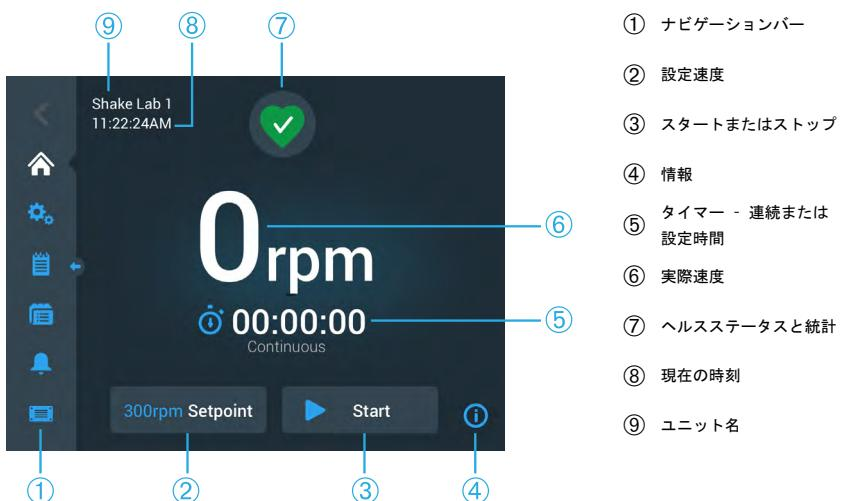
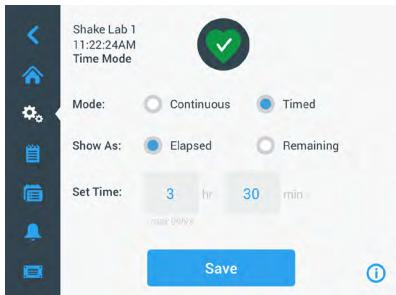
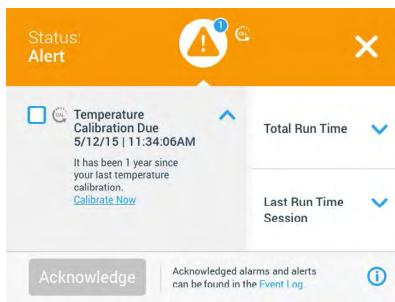
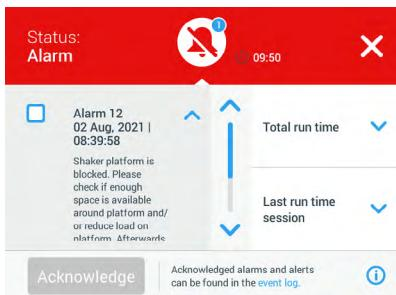

図 26: 開放型シェーカーのGUIホーム画面
図 32: 時間モード
図 36: アラートのリスト
図 37: アラームのリスト
開放型シェーカーのホーム画面は、図 26 のようになります。
- 実際速度フィールド（図 26の⑥または図 27の⑦）の任意の場所をタップして、図 28に示す設定速度画面を開きます。
1. 時間フィールド（図 26および図 27の⑤）をタップして、図 32に示す時間モード画面を開きます。
シェーカーの状態が良好な場合は、タッチスクリーンディスプレイの「ヘルスステータスと統計」エリアに緑色のハートのアイコンが表示されます（図 26の⑦および図 27の⑧）。緑色のハートのアイコンをタップすると、ステータス画面が開きます。ステータス画面には、前回の動作時の総振とう時間や総電源投入時間など、シェーカーの動作統計情報が表示されます。温度調節機能付シェーカーには、さらに冷却や加熱にかかった時間が表示されます。
アラートが発生すると、タッチスクリーンディスプレイの現行画面の上部に黄色のニュースティッカーモードバーが表示されます。さらに、音響アラームが鳴ります。メッセージを2回スクロールすると、黄色のニュースティッカーモードバーが消えます。その後、黄色の三角形のみが表示され、そのシェーカーにおいて1つ以上のアラートが存在することを示します。三角形アイコンは、有効なアラート件数が表示された円（周囲が白で青色の円）とともに表示されます。「情報とヘルスステータス」エリア（図 26の⑦および図 27の⑧）にある三角形アイコンをタップすると、現在有効なすべてのアラートのリストを表示する画面が開きます。図 36に示すように、最新アラートは詳細を確認できるように拡大表示されます。リストをスクロールし、閲覧するリスト項目をタップすると拡大し、詳細が表示されます。
アラートが発生すると、タッチスクリーン・ディスプレイの現行画面の上部に赤色のバーが表示されます。「情報とヘルスステータス」エリア（図 26の⑦および図 27の⑧）に音の波の印で囲まれた赤いアラームベルが表示されます。加えて、警報アラームが鳴り続けます。
「情報とヘルスステータス」エリア（図 26の⑦および図 27の⑧）にあるベルアイコンをタップすると、図 37に示すように、現在有効なすべてのアラートのリストを表示する画面が開きます。リストをスクロールし、閲覧するリスト項目をタップすると拡大し、詳細が表示されます。